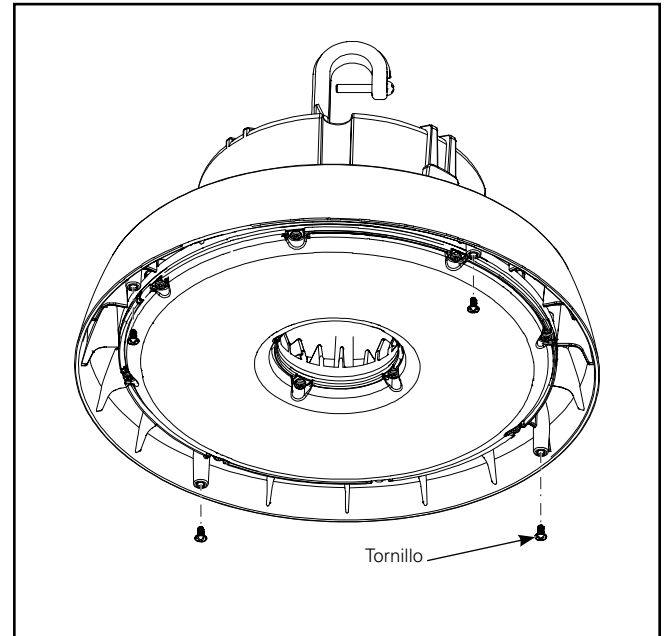

Figura 7.
1. Instale los cuatro tornillos en los orificios de montaje, dejando un espacio de 3mm desde la luminaria. (Figura 7.)